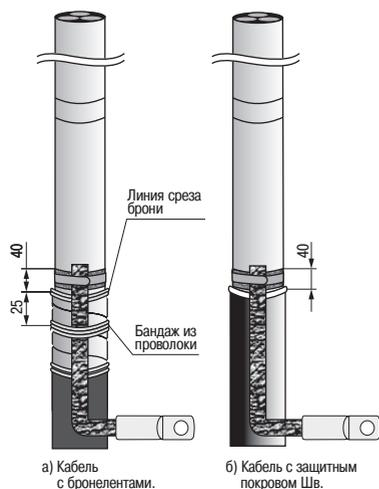

Рисунок 5.
4.11 Отогнуть провод заземления в обратном направлении и обстучать его легкими ударами молотка по месту перегиба. Затем домотать всю пружину до конца (рисунок 5).
4.12 Для кабеля с бронелентами (рисунок 5а) на ступени брони закрепить провод заземления, наложив 3–4 витка стальной оцинкованной проволоки на расстоянии 25 мм от среза брони.